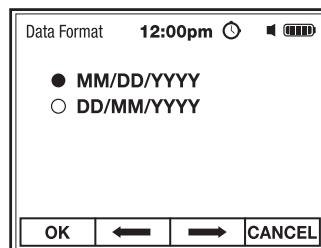

Fig. 26
2. Utilice los botones F2 ⇌ y F3 ⇌ para seleccionar el Mes/Día/Año o Día/Mes/Año (Fig. 26).
3. Pulse el botón F1 OK para guardar la configuración y volver al Menú de Fecha/Hora (Fig. 26).